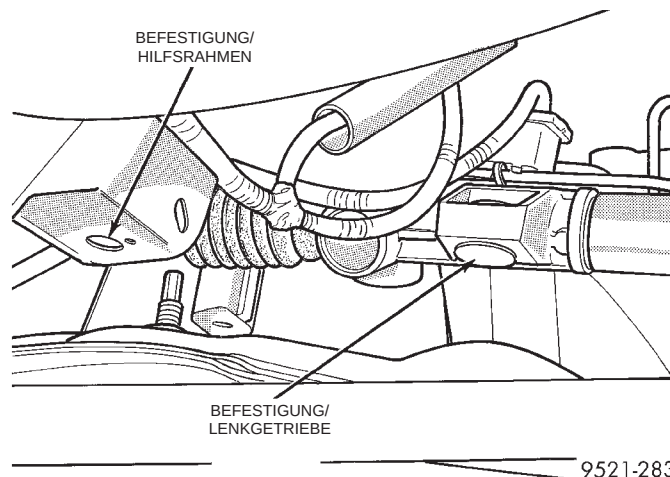

Abb. 52 Schrauben an Lenkgetriebe und Hilfsrahmen
(24) Kurbelwellenfühler ausbauen (je nach Ausstattung).
(25) Getriebeverkabelung ausbauen.
(26) Schrauben rechts am Lenkgetriebe herausdrehen. Schrauben rechts am Hilfsrahmen herausdrehen.
(27) Schrauben links am Lenkgetriebe herausdrehen. Schrauben links am Hilfsrahmen herausdrehen (Abb. 52).